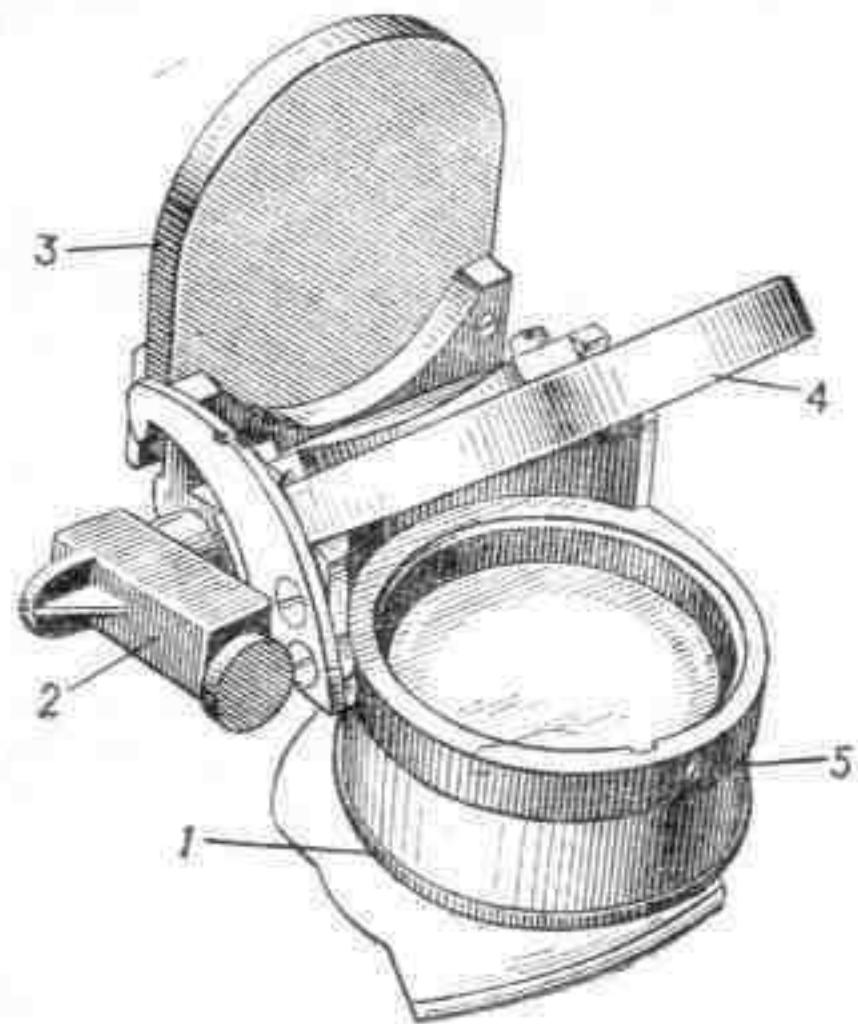

Рис. 72. Зенитный прицел К10-Т:
81. Зенитный прицел К10-Т (рис. 72) предназначен для стрельбы по воздушным целям и состоит из корпуса, светофильтра и оптической системы.